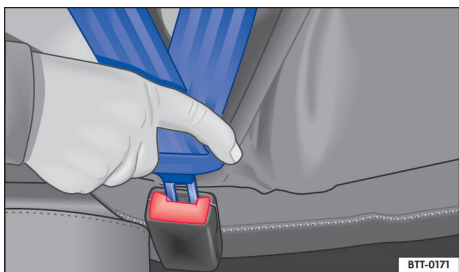

图 27 安全带锁扣和插口
- 将锁舌插入所属座椅的安全插锁内，下压，直至听到啮合声  图 27。安全带锁舌被锁扣锁止。